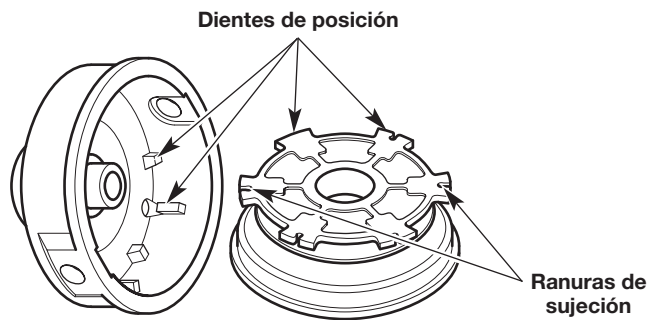

Fig. 18
- Compruebe que los dientes de posición y las ranuras de sujeción no estén desgastados (Fig. 18). Si fuera necesario, quite las rebabas o cambie el carrete interior y la bobina exterior.